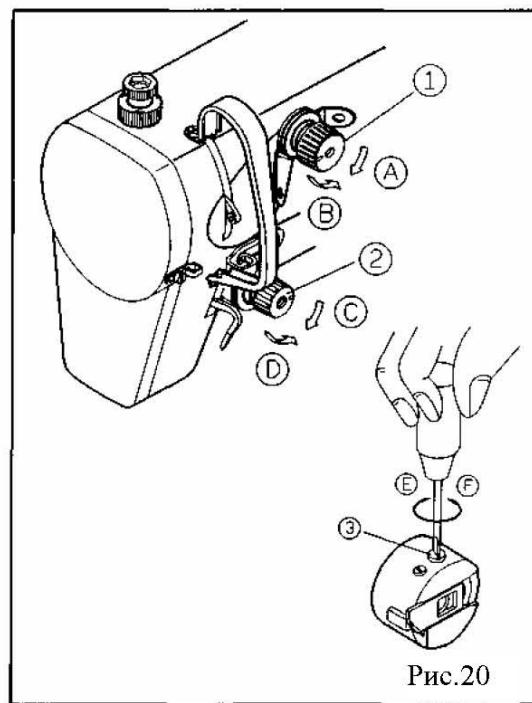

Рис.20
1. Регулировка натяжения игольной нити (рис.20)